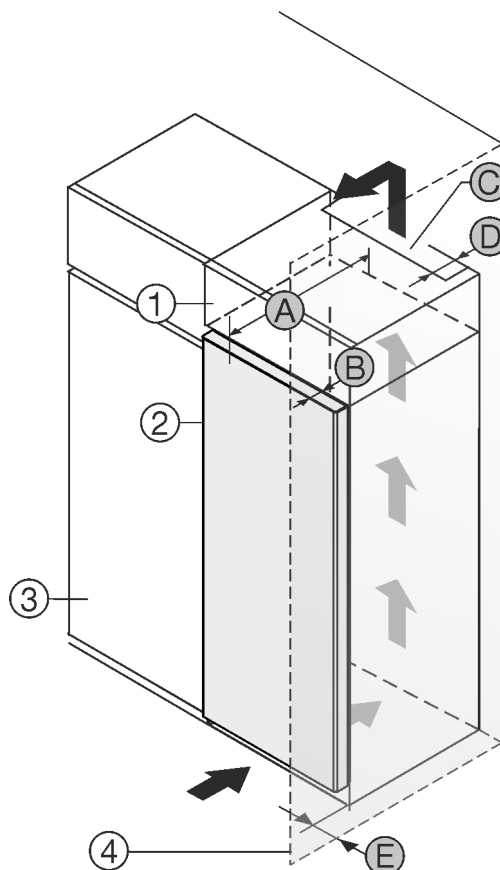

Fig. 1
- (1) Nastavná skříňka*
- (2) Příklad*
- (3) Kuchyňská skříň*
- (4) Stěna*
- (A) Hloubka přístroje*
- (B) Hloubka dvířek*
- (C) Ventilační průřez*
- (D) Vzdálenost zadní strany přístroje*
- (E) Vzdálenost k zadní straně přístroje*
Můžete přístroj nainstalovat přímo vedle kuchyňské skřínky Fig. 1 (3)*
Na zadní straně nastavné skřínky musí být větrací šachta hluboká Fig. 1 (D) přes celou šířku nastavné skřínky.*
Pod stropem místnosti musí být dodržen ventilační průřez Fig. 1 (C)*
Když přístroj instalujete závěsy vedle stěny Fig. 1 (4), musí být vzdálenost mezi přístrojem a stěnou minimálně 13 mm.*
Když přístroj instalujete závěsy vedle stěny Fig. 1 (4), musí být vzdálenost mezi přístrojem a stěnou minimálně 20 mm.*
Aby bylo možné dvířka plně otevřít, musí přístroj přesahovat o hloubku dvířek Fig. 1 (B) vůči přední linii kuchyňské skřínky. V závislosti na hloubce kuchyňských skříněk Fig. 1 (3) a použití vymezovačů odstup od stěny může přístroj vyčnívat dále.*